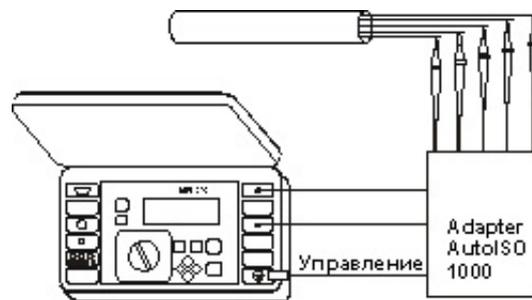

Рис.30. Измерение сопротивления изоляции многожильных кабелей
- подсоединить измерительные провода в соответствии с Рис.30, провод управления адаптера AutoISO 1000 подключить к гнезду **2** измерителя, гнезда **4**  $R_{ISO+}$  и **5**  $R_{ISO-}$  с соответствующими разъемами адаптера, измерительные провода адаптера с соответствующими жилами измеряемого кабеля, если первая пара жил под измерительным напряжением, его величина измеряется и отображается;